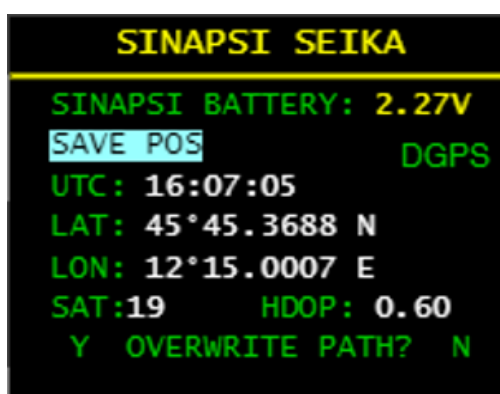

Fig 26 - SINAPSI GPS - Salvare la posizione
Premere brevemente uno dei due pulsanti a seconda che si intenda catturare la posizione (Y) o meno (N) come suggerisce l'indicazione (**Fig 26 - a pag. 19** e 17189).